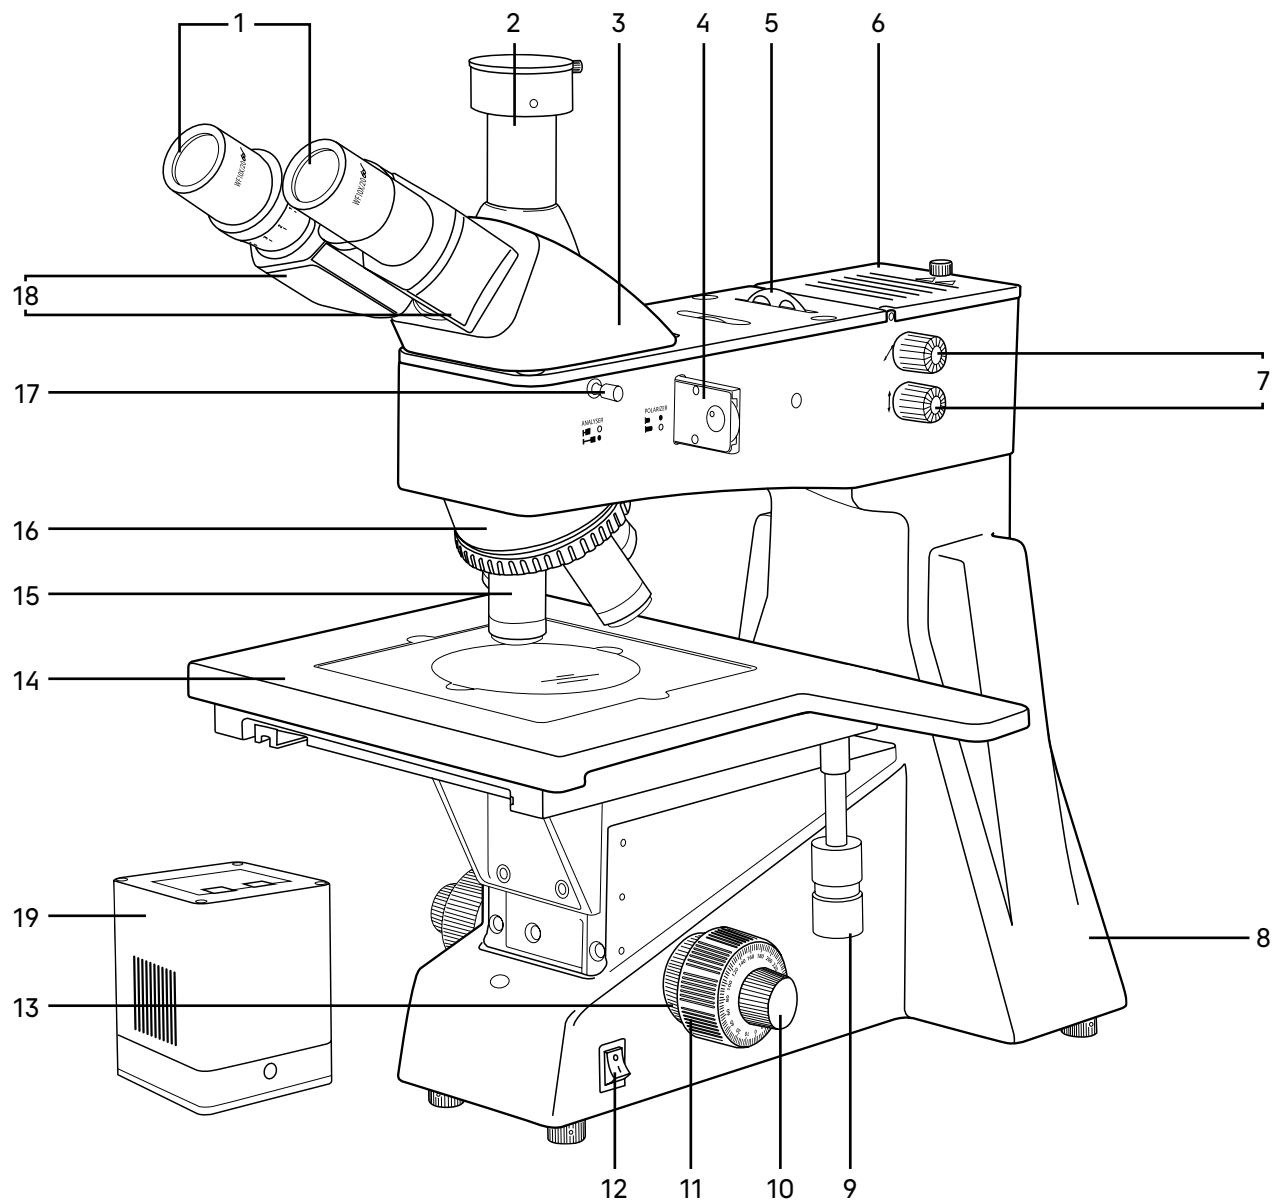
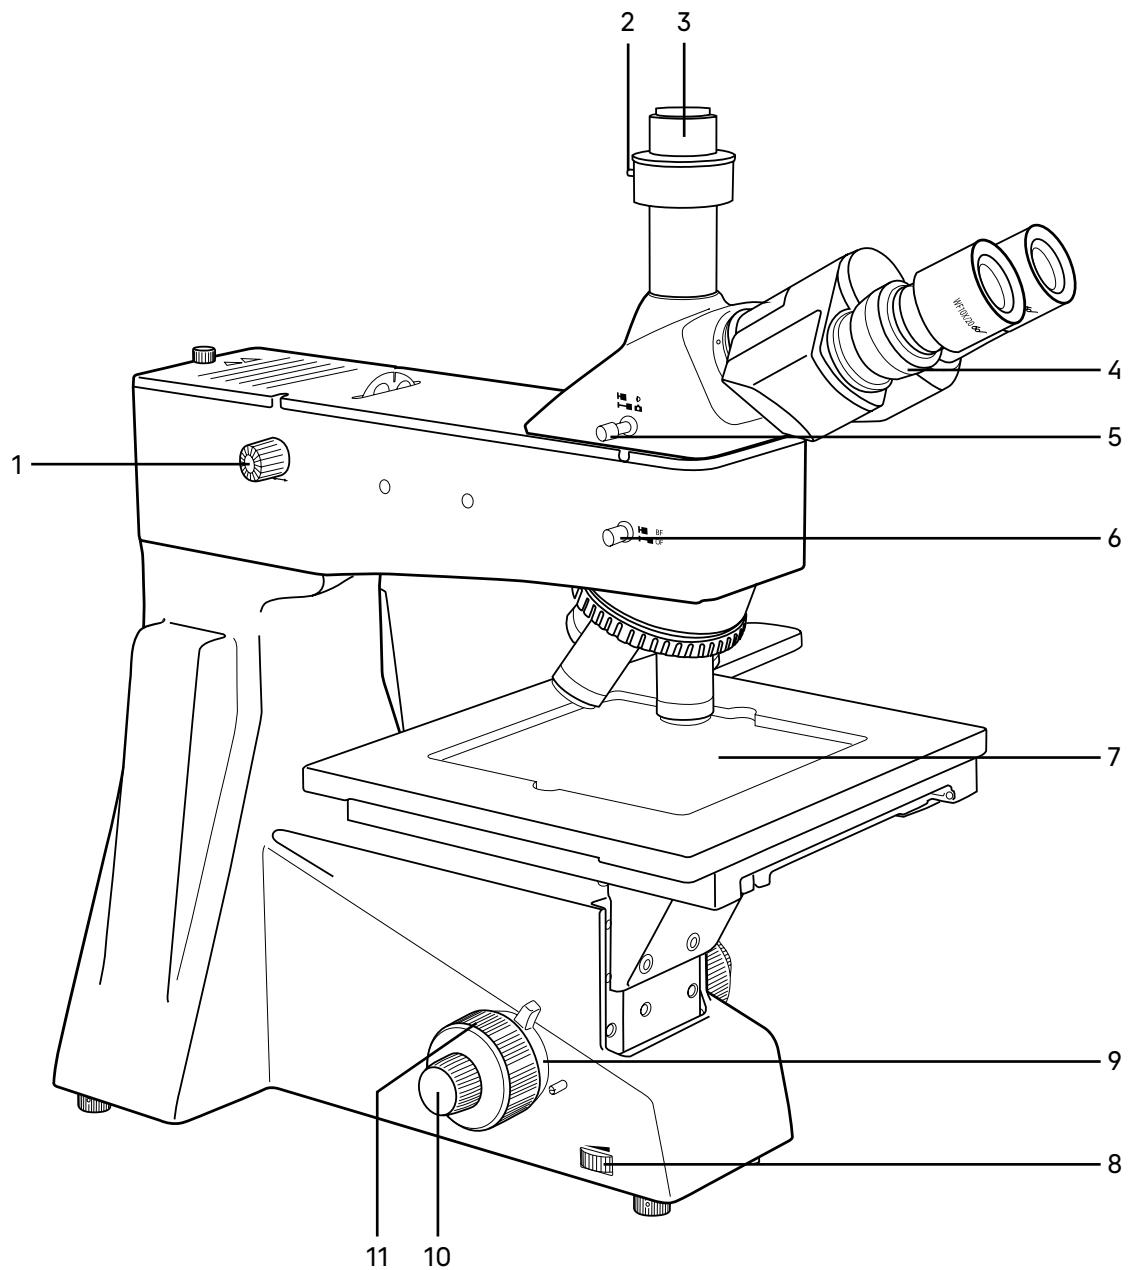

Рис. 1. Микроскоп MAGUS Metal D650 BD. Вид справа
Рис. 2. Микроскоп MAGUS Metal D650 BD. Вид слева
Общий вид микроскопа представлен на рис. 1 и 2.
На штативе 8 (рис. 1) закреплены:
- осветитель отраженного света 6 (рис. 1);
- предметный столик 14 (рис. 1).
На правой боковой поверхности штатива расположен выключатель 12 (рис. 1) сетевого напряжения.
На левой боковой поверхности штатива расположен диск для регулировки напряжения питания источника света 8 (рис. 2).
Фокусировка на объект осуществляется перемещением по высоте предметного столика. Грубая фокусировка производится вращением рукояток 10 (рис. 1, 2).
Тонкая фокусировка производится вращением рукояток 9 (рис. 1, 2). Тонкая фокусировка требуется для более точного фокусирования на объект и для подфокусировки микроскопа на резкость изображения при смене объективов и препаратов. Цена деления тонкой фокусировки – 0,7 мкм.
Механизм регулировки жесткости хода грубой фокусировки 13 (рис. 1) – кольцо между штативом и рукояткой грубой фокусировки с правой стороны. С помощью кольца регулируется жесткость хода грубой фокусировки так, чтобы жесткость была комфортной для пользователя, но при этом предметный столик не опускался самопроизвольно во время работы.
Механизм блокировки грубой фокусировки 9 (рис. 2) расположен с левой стороны. После завершения грубой фокусировки рекомендуется перевести рукоятку в крайнее положение в направлении по часовой стрелке. Таким образом закрепится положение грубой фокусировки для быстрой рефокусировки после смены препарата.
Тринокулярная визуальная насадка 3 (рис. 1) обеспечивает визуальное наблюдение изображения объекта.
В вертикальный тубус 2 (рис. 1) корпуса визуальной насадки (канал визуализации) с помощью переходника C-mount 3 (рис. 2) устанавливается система визуализации с монитором. Переключение светового потока на вертикальный тубус производится рукояткой 6 (рис. 2), расположенной на левой стенке визуальной насадки. Рукоятка имеет два положения: 100/0 и 0/100.
В комплект микроскопа входят окуляры 1 (рис. 1). Окуляры имеют высокое положение выходного зрачка и предназначены для работы как в очках, так и без них.
Револьверное устройство 16 (рис. 1) обеспечивает установку пяти объективов 15 (рис. 1). Смена объективов производится вращением револьверного устройства за конусную рифленую поверхность до фиксированного положения.
Двухкоординатный механический предметный столик 14 (рис. 1) закреплен на штативе.
Перемещение столика осуществляется как при помощи рукоятки 9 (рис. 1), так и при помощи выступающей ручки на столике.
В центр столика устанавливается квадратная стеклянная вставка 7 (рис. 2). Размеры вставки: 218 x 218 мм.
Для проведения наблюдений в поляризованном свете микроскоп оснащен устройством простой поляризации, которое включает в себя встроенный анализатор 17 (рис. 1) и съемный поляризатор 4 (рис. 1). Поляризатор вращается в диапазоне 0–360°.
В комплект микроскопа входит круглая пластина со светофильтрами 5 (рис. 1). Пластина имеет 5 положений: желтый, зеленый, синий, матовый фильтры, а также свободное отверстие. Светофильтры помогают правильно настроить цветопередачу в зависимости от образца исследования, улучшить цветовой баланс и повысить контрастность и яркость изображения.